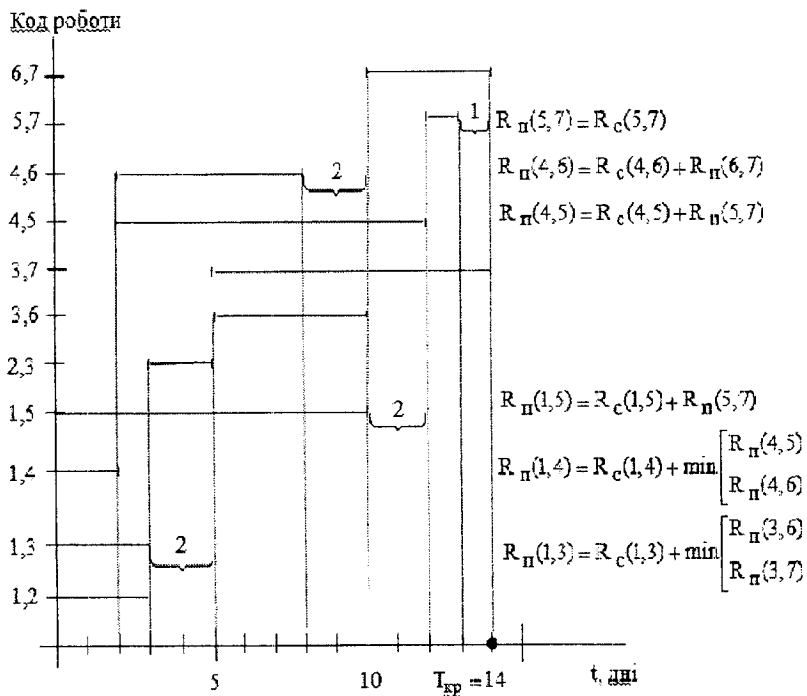

Рис. 9. Графік прив'язки
1) Побудуємо графік прив'язки (рис. 9).
2) Знайдемо критичну роботу з $L_{кр1}$, яка передує (3,6). Код цієї роботи має закінчуватись на 3. Таких робіт дві: (2,3) та (1,3). Однак тільки одна з них, а саме робота (2,3), за часом закінчення найбільш близька на графіку до початку роботи (3,6). Допишемо ліворуч знайдену критичну роботу (2,3) до виразу (2):
2) Робота (5,7), згідно з графіком прив'язки (див. рис. 9), закінчується на 13-й день, а завершальна подія 7, до якої вона входить, настає лише на 14-й день. Отже, якщо робота (5,7) затримається на один день, то це не вплине на термін виконання проекту ($T_{кр} = 14$ днів). Оскільки (5,7) – завершальна робота графіка, то її повний і вільний резерви становлять $R_n(5,7) = R_c(5,7) = 1$.
6) Робота (1,5) закінчується на 10-й день, у той час як наступна робота (5,7) починається на 12-й день. Отже, робота (1,5) може затриматись на 2 дні, але це не вплине на час початку наступної роботи (5,7), тобто $R_c(1,5) = 2$. Окрім того, оскільки наступна робота (5,7) має резерв у один день, то роботу (1,5) можна зсунути на три дні, і це не порушить термінів проекту (див. рис. 9):
9) Ненульові вільні резерви робіт позначені на графіку прив'язки фігурними дужками (див. рис. 9).